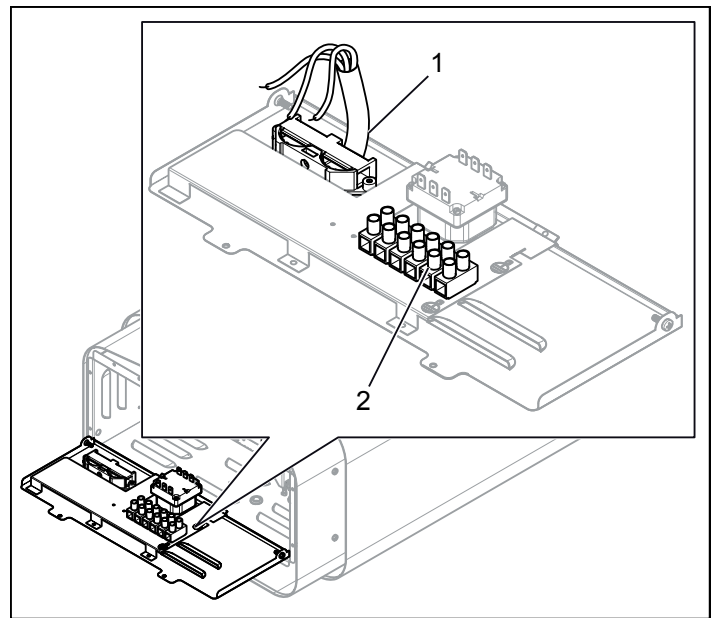

Fig 11: Raccordement électrique
3. Raccordez le câble électrique (1) au bornier (2) (voir figure 11), en suivant le schéma de raccordement (voir la section Schéma de raccordement/branchement, page 41).